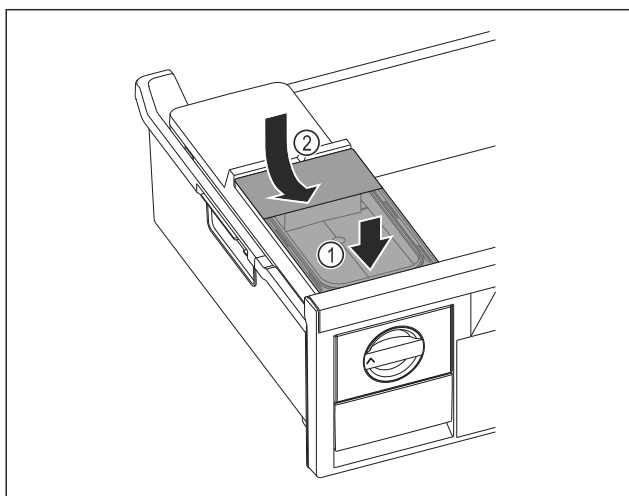

Fig. 81
- Placera vattenbehållaren framtill. Fig. 81 (1)
- Sänk ned vattenbehållarens baksida. Fig. 81 (2)